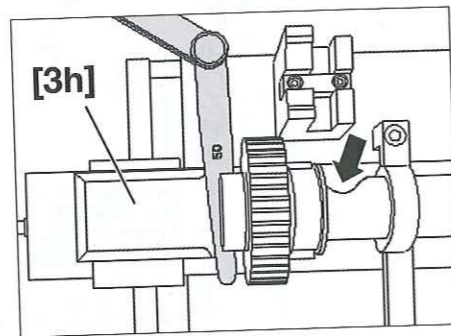

Fig. 57
- Fijar una sonda de espesor de 0,50 mm y empujar el alojamiento [3h] en la ranura del eje de levas de admisión (Fig.57).